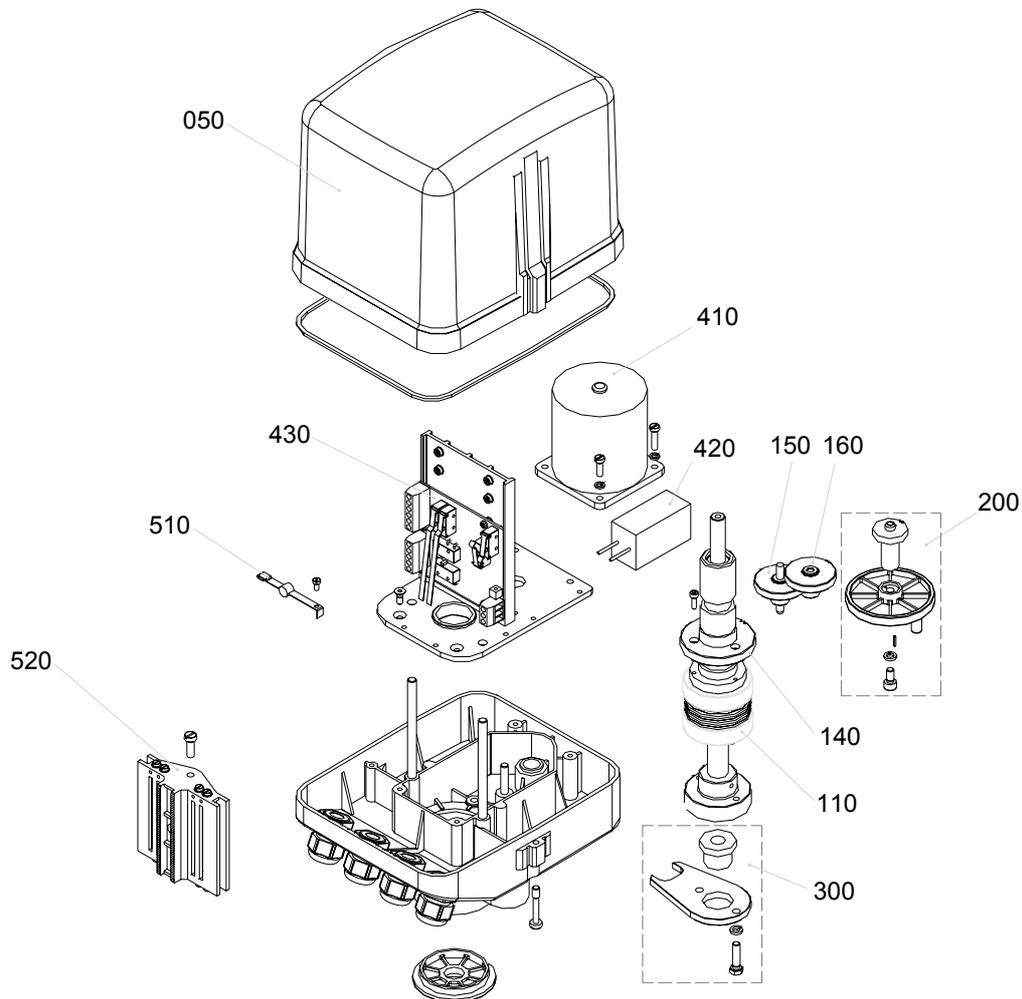

Bild 6
- Insérer les leviers de contact (fig 6 pos 510) sur le circuit et les visser.
- Accrocher le circuit de telle sorte que les cames de contacteur (510) aient de la place dans les deux directions.
- Attacher et visser le support cames ( fig 6 pos 520 )
Déconnecter le moteur des liaisons M1 à M3, le dissocier du support et insérer le nouveau moteur (Voir Fig 6).